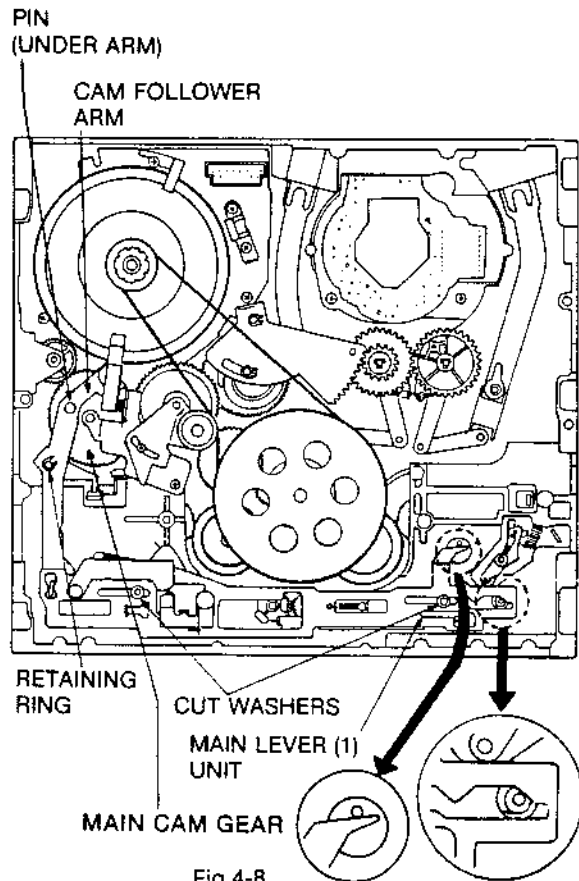

Fig.4-8
4.5 Montage des Haupthebels (1) und des Nockenscheibenarms
- Den Nockenscheibenarm Pos. 109(2) so montieren, daß der Stift des Nockenscheibenarms in die Nut der Steuerscheibe steckt. Anschließend die Unterlegscheibe 5322 530 74076 einbauen.
- Den Haupthebel Pos. 103(2) montieren und anschließend die Unterlegscheiben Pos. 100 (2) einbauen, wie in Fig. 4-8 angegeben.
4.6 Montage der Einfädelzahnäder (T) und (S), des Sektorzahnads und der Andruckrolle für den Antriebsriemen